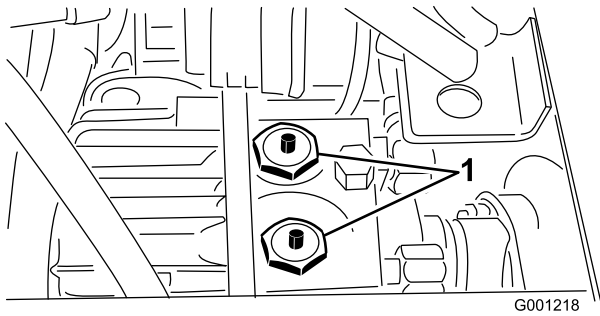

Figura 32
2. Pulse y mantenga pulsados los émbolos de los 2 conjuntos de válvula de desvío, situados encima de la transmisión (Figura 32) mientras empuja o remolca la máquina. Figura 32 En la ilustración de , el asiento y la placa de montaje del asiento han sido retirados.